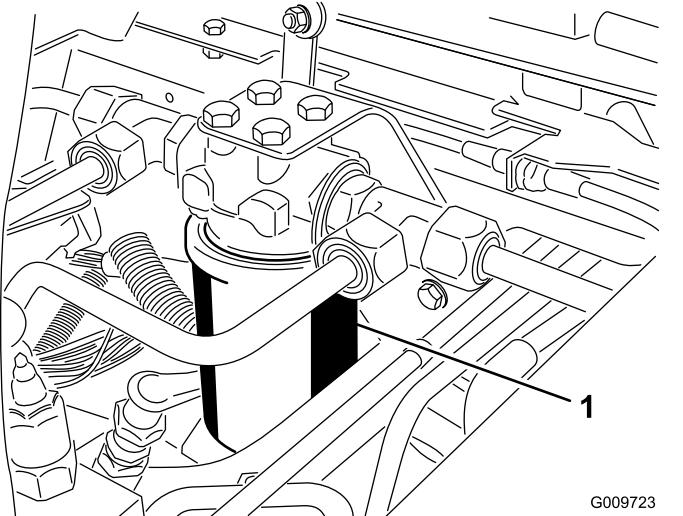
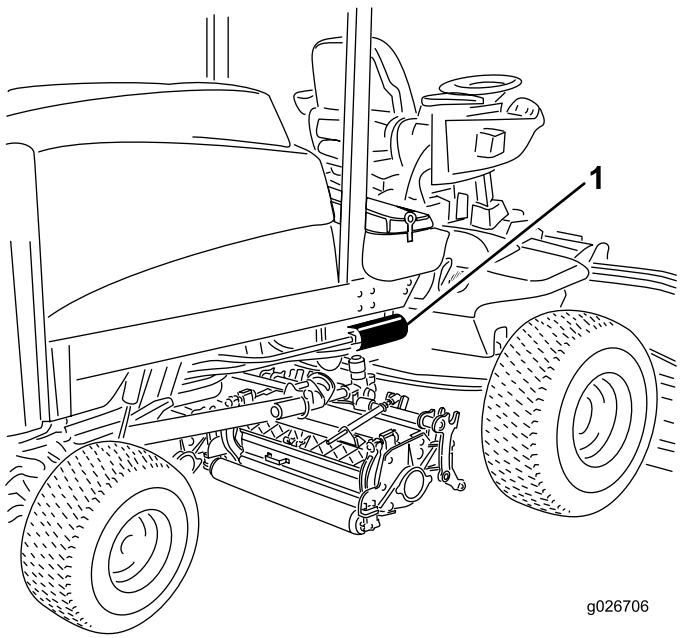

Figura 74
Figura 75
- Limpie la zona de montaje del filtro. Coloque un recipiente debajo del filtro y retire el filtro (Figura 74 y Figura 75).